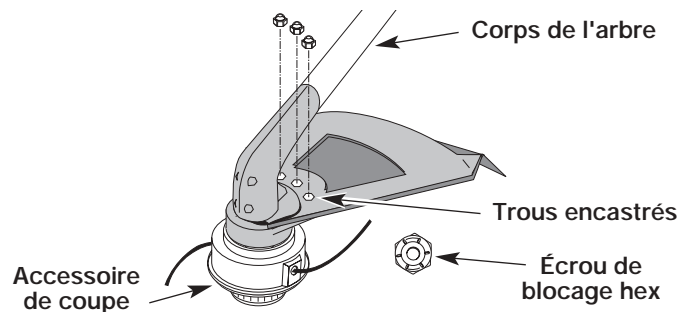

Fig. 4
2. Placez un de trois fournis écrous de blocage hex dans l'un des trois trous encastré, sur le dessus du protecteur d'accessoire de coupe (Fig. 4).